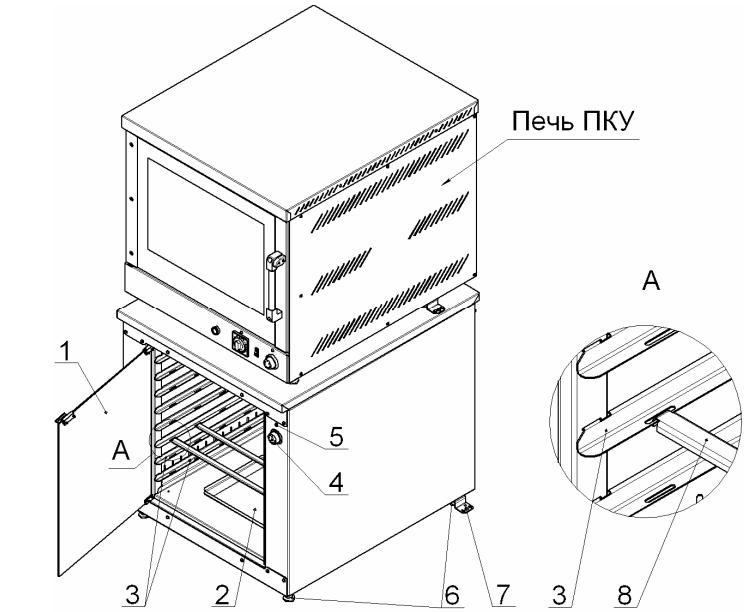

Рис. 1
5.6 После окончания работы отключите напряжение, подаваемое на ТЭН, установив лимб терморегулятора камеры (рис.1, поз. 4) в положение «0» (сигнальная лампа должна погаснуть).
- вынуть ёмкость для воды (рис.1, поз.2) из панели пода камеры шкафа;
3.1 При эксплуатации шкафа РТ-530У(ПК), Вы можете вместо противней с размерами GN1/1 использовать противни с размерами 435x330мм, а при эксплуатации шкафа РТ-650У(ПК), вместо противней с размерами GN2/1 или GN1/1 использовать противни с размерами 600x400мм или 435x330мм. Для этого необходимо в пазы кронштейнов уровней 3 установить дополнительные кронштейны 8, как показано на виде А, рис. 1.
3.2 Кронштейны уровней (рис.1, поз.3) крепятся в пазах несущих профилей камеры. Для облегчения уборки камеры, кронштейны уровней можно снять и удалить из камеры.
3.4 Дверка шкафа (рис.1, поз.1) изготовлена из термоустойчивого, травмобезопасного стекла. В закрытом положении дверка фиксируется магнитным замком.
5.4 Установите (по часовой стрелке) лимбом терморегулятора (рис.1, поз.4) необходимую, для процесса расстойки, температуру в камере шкафа (должна загореться сигнальная лампа рис.1, поз.5).
5.5 Когда, при достижении заданной температуры воздуха в камере, сигнальная лампа погаснет, откройте дверку и установите противни или другие ёмкости с продуктами на кронштейны уровней (рис.1, поз.3). Закройте дверку.